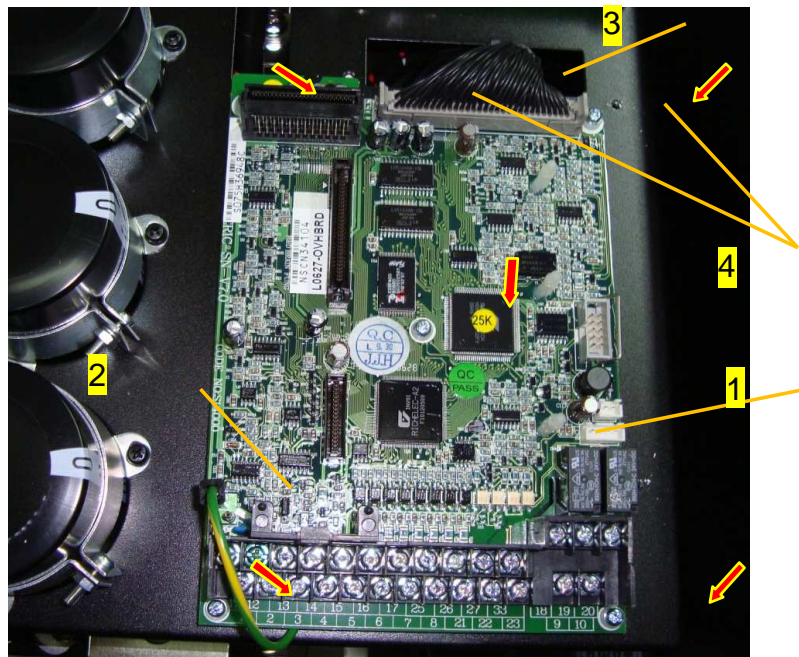

Рис. 7.23
7.16.1. Установить плату ЦП 1 над резьбовыми отверстиями корпуса блока конденсаторов. Закрепить плату пятью винтами (рис. 7.23, стрелки).